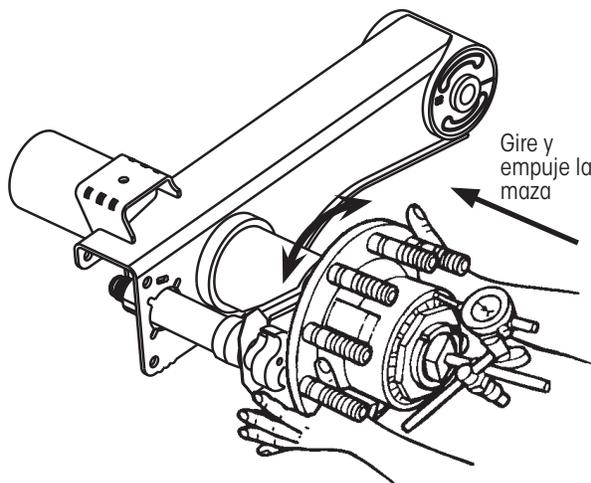

Figura 5: Revisando Juego axial hacia adentro
**NOTA:** Una evaluación razonable se puede realizar sin quitar rines y llantas. Sin embargo, este procedimiento se realiza mejor con la maza solamente, como se muestra en la Figura 5.
8. **Sujete** el borde de la maza como se muestra en la Figura 5, y **empuje** la maza hacia adentro **mientras gira** la maza ligeramente en ambas direcciones (15 - 30° entre dos agujeros) hasta que la lectura del indicador permanezca constante. **Registre** la lectura.